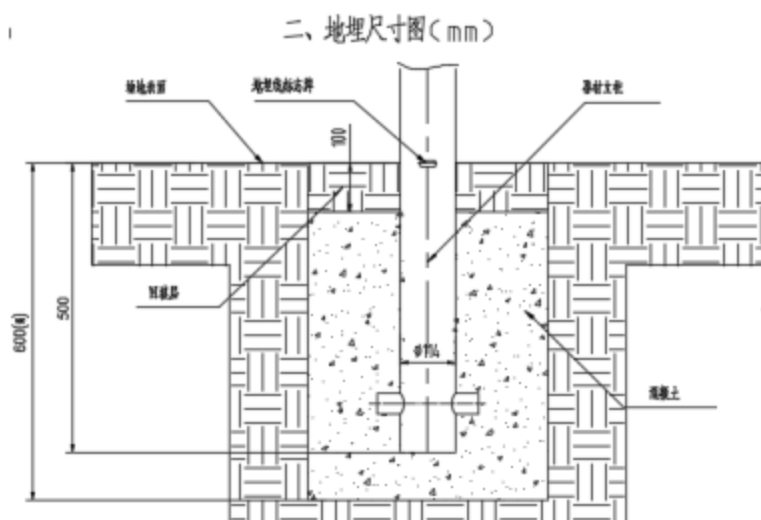

图3
3) 将器材各个支撑立柱放入混凝土基坑中（如图3），保证器材各个支撑立柱与和主体与场地表面垂直，地理标志线与场地表面平齐。